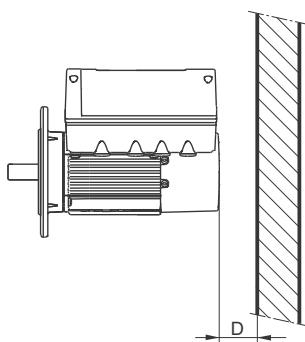

Рис. 1 Минимальное расстояние (D) от электродвигателя до стены или других неподвижных объектов
**Указание** Для обеспечения достаточного охлаждения электродвигателя расстояние (D) между торцом кожуха вентилятора и стеной или другими неподвижными объектами должно составлять минимум 50 мм независимо от размера электродвигателя. См. рис. 1.